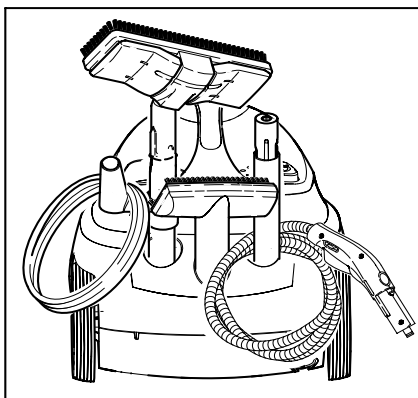

Рисунок 8
- Для відокремлення насадок натисніть кнопку розблокування (C2 або G2) та відокреміть насадки одну від одної (див. рис. 8).